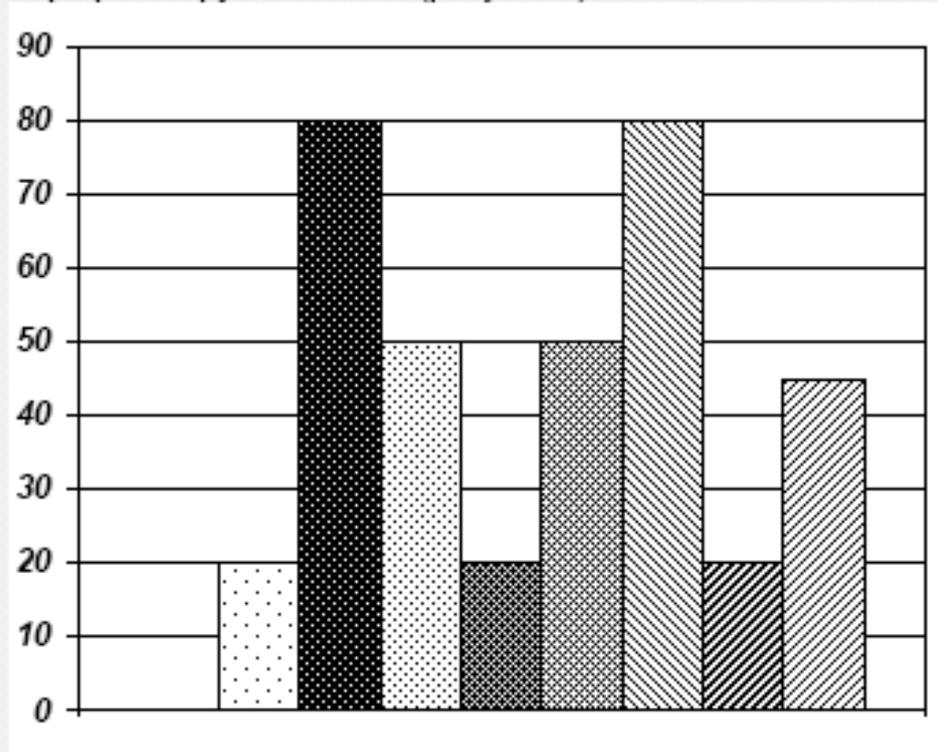

Рисунок 1 – График загрузки
1. Количество иллюстраций должно быть достаточным для пояснения излагаемого текста. Иллюстрации могут быть расположены как по тексту документа (возможно ближе к соответствующим частям текста), так и в конце его. Иллюстрации должны быть выполнены в соответствии с требованиями стандартов ЕСКД и СПДС. Иллюстрации, за исключением иллюстраций приложений, следует нумеровать арабскими цифрами сквозной нумерацией. Если рисунок один, то он обозначается "Рисунок 1".
Иллюстрации, при необходимости, могут иметь наименование и пояснительные данные (подрисовочный текст). Слово «Рисунок» и наименование помещают после пояснительных данных и располагают следующим образом: Рисунок 1 - Детали прибора.
Строим график загрузки станков (рисунок 1)